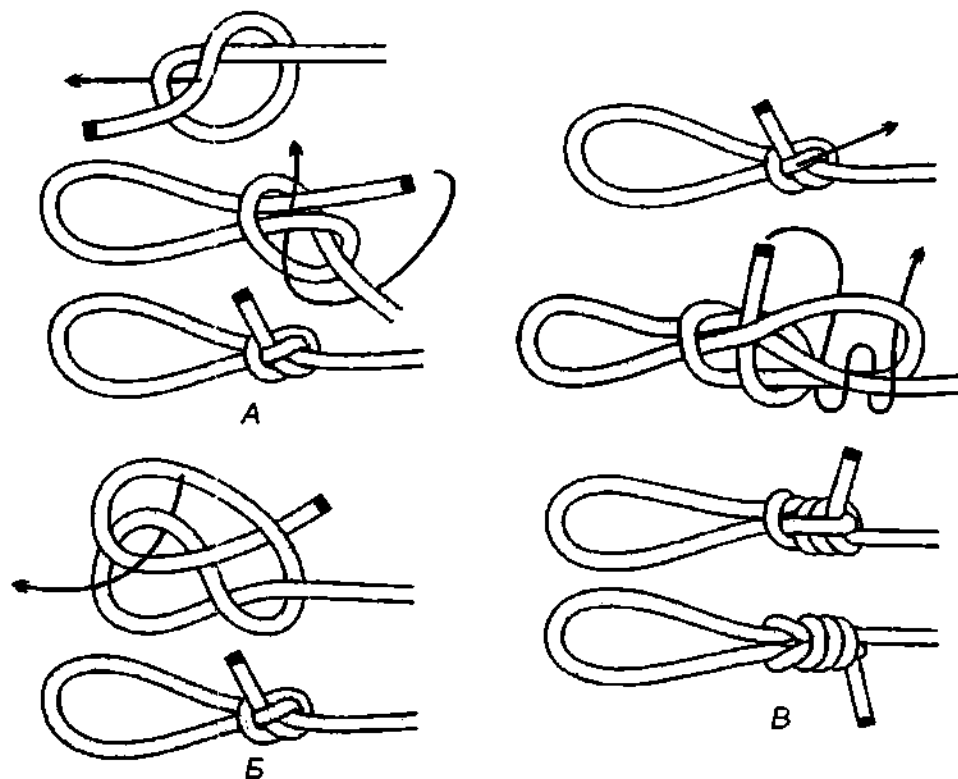

Рис. 199. А – 1-й способ вязки *балочной петли*; Б – 2-й способ вязки *балочной петли*; В – *балочная петля* с двумя шлагами.
**Балочная петля** – несложный и очень крепкий узел (рис. 199 А). Узел петли тугой и стабильный, он не ползёт, легко развязывается и позволяет легко и быстро изменять размер рабочей петли. **Балочная петля** со шлагами ещё более надёжна и безопасна (рис. 199 В). Из **простого узла** петля может быть завязана на открытой и замкнутой опоре.